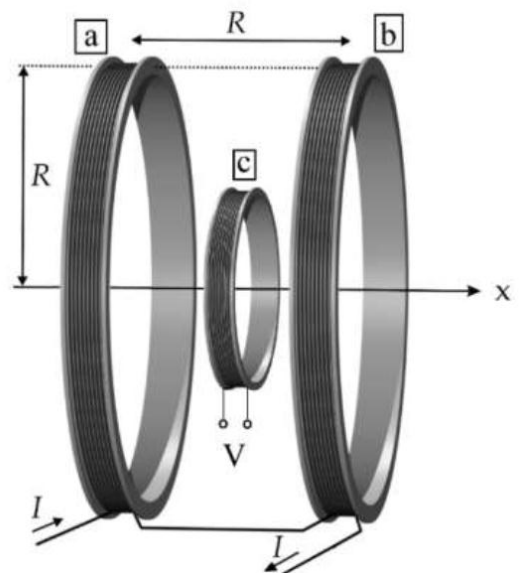

Figura 8
12. O arranjo de bobinas compactas a e b, representado na Figura 8, é denominado Bobina de Helmholtz e tem como principal característica a uniformidade do campo magnético entre as bobinas, cuja densidade de fluxo magnético B é estimada pela equação: